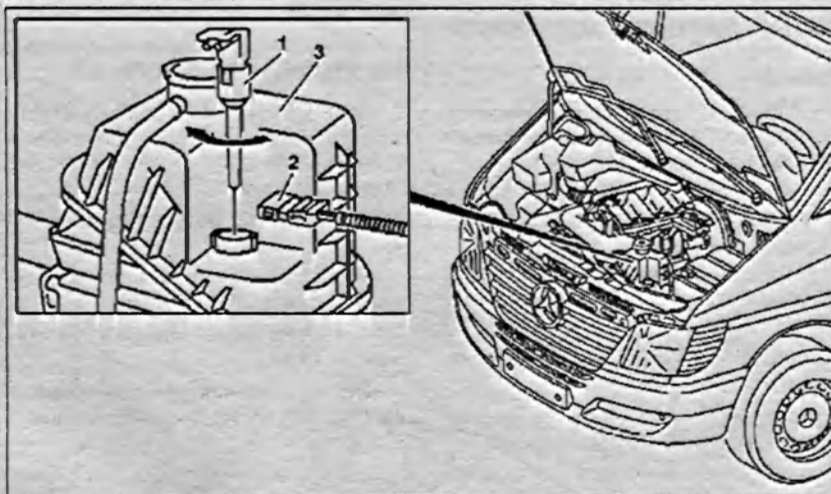

Рис. 3.65. Снятие и установка датчика уровня охлаждающей жидкости:
1. Слейте охлаждающую жидкость настолько, чтобы опустошить расширительный бачок 3 (рис. 3.65).